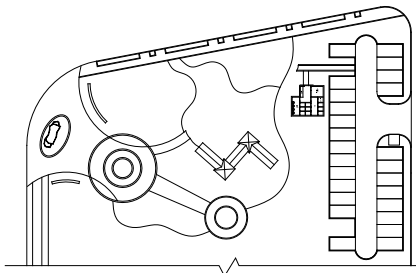

图3-66 绘制园路轮廓线
- 02 调用SPL（样条曲线）命令，绘制园路轮廓线，如图3-66所示。